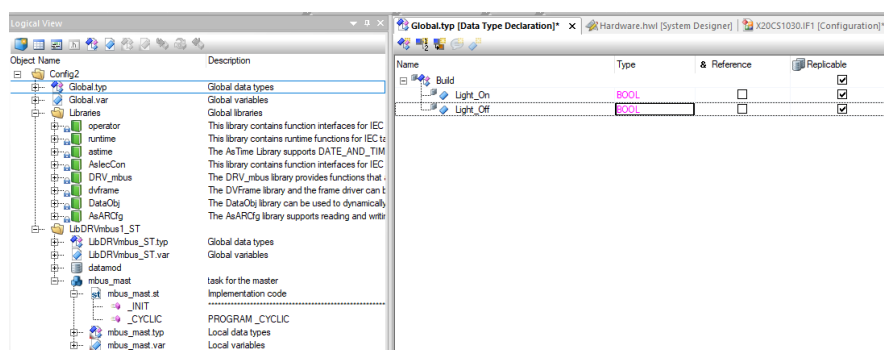

图1-36 灯控结构体创建完成
14.在逻辑视图下，创建灯控的全局数据类型。双击 Global.typ，在工作界面右击，Add Structure Type，命名为 Build。选中 Build，右击添加两个 Type Member: BOOL 类型的 Light_On, Light_Off。创建完成如图 1-36。